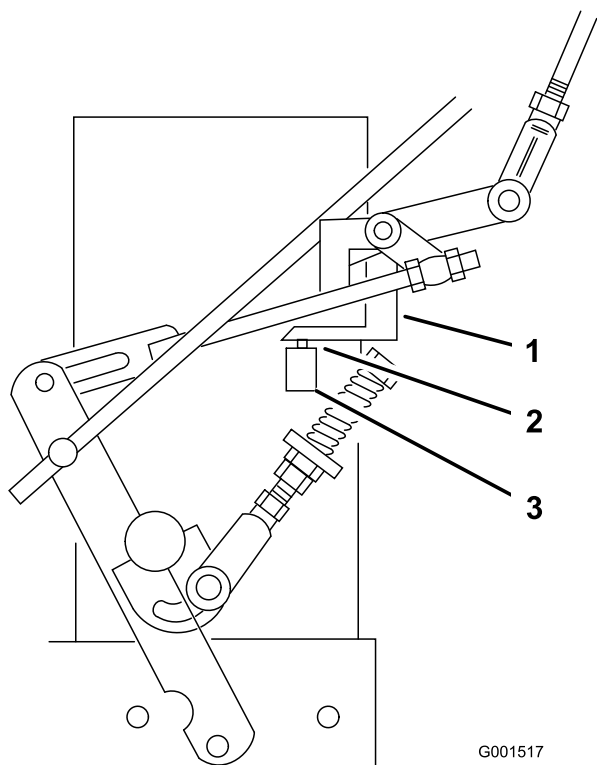

Figura 30
7. Verificate che l'interruttore di sicurezza sia premuto e che vi sia uno spazio di 8 mm tra la linguetta attuatrice e l'interruttore (Figura 30).
8. Se necessario, regolate la posizione dell'interruttore in modo tale da ottenere uno spazio di 8 mm (Figura 30).